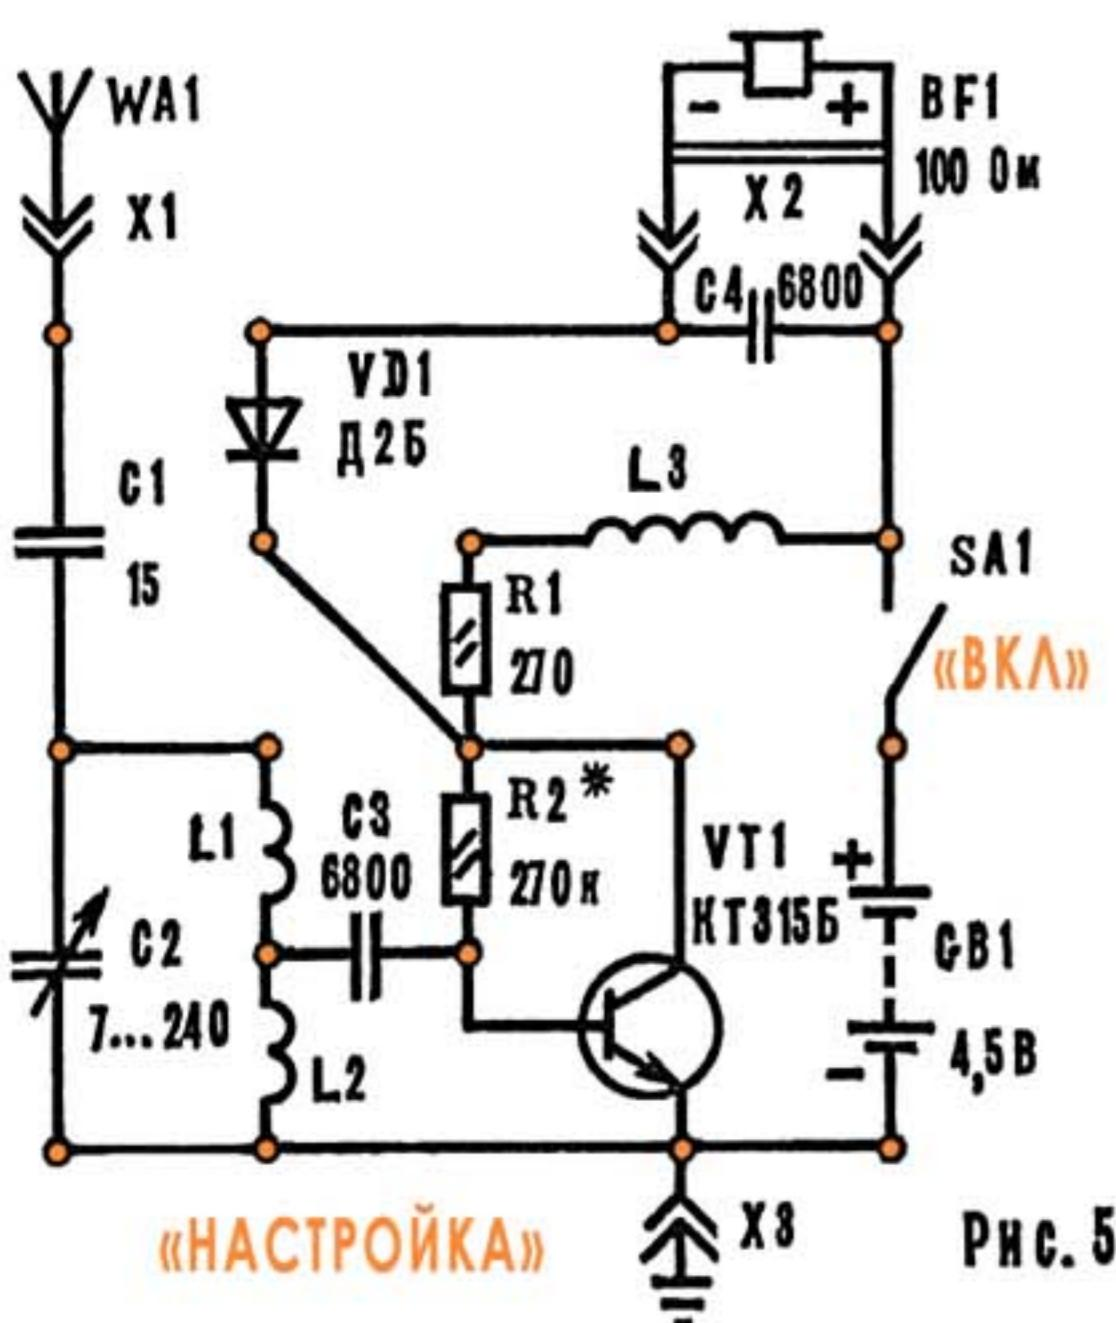

Рис. 5
**Радиоприемник прямого усиления 1-V-0** (рис. 5) также работает в КВ диапазоне 25—50 м. Он содержит колебательный контур L1L2C2, усилитель РЧ на транзисторе VT1, детектор на диоде VD1 и телефоны BF1.